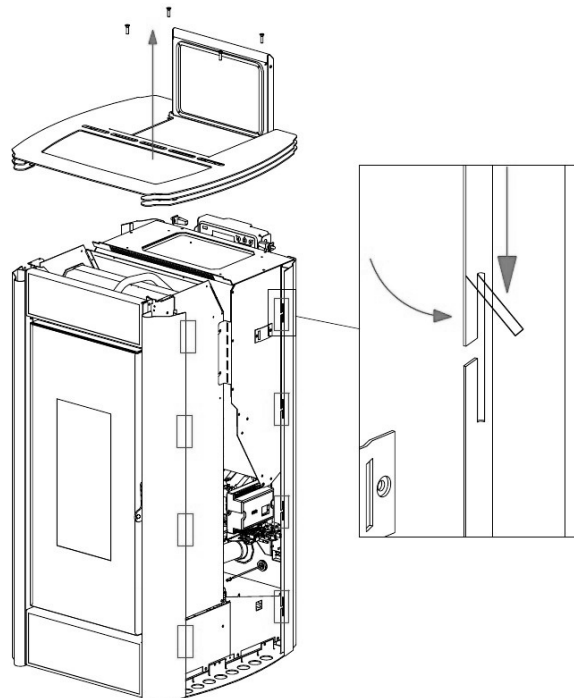

Fig. 35 - De tongetjes plooiën
- Met de vinger de bovenste tongetjes op de zwarte profielen naar buiten plooien (zie **Fig. 35**).